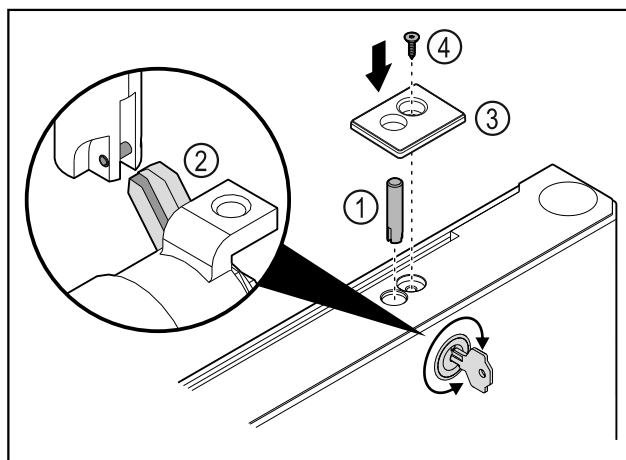

Fig. 41
▶ Вставьте запорный палец Fig. 41 (1).
▶ Слегка поверните замок, чтобы запорный палец Fig. 41 (2) защелкнулся в пазу замка.
▶ Установите крышку Fig. 41 (3).
▶ Вставьте винт Fig. 41 (4).